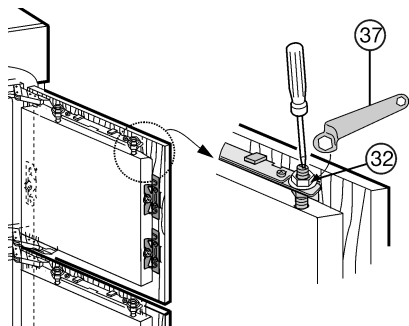

Fig. 26
- ▶ Serrer les contre-écrous Fig. 26 (32) avec la clé polygonale Fig. 26 (37) en bloquant les boulons d'ajustage Fig. 26 (33) à l'aide d'un tournevis.